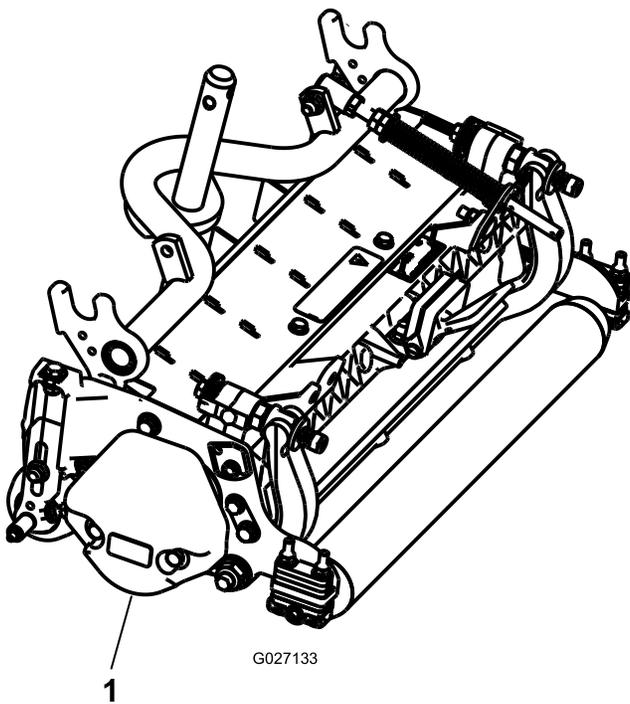

図 4
3. カウンタウェイト 図 4を、決められている側に取り付けるカウンタウェイトキットの 取り付け要領書を参照。